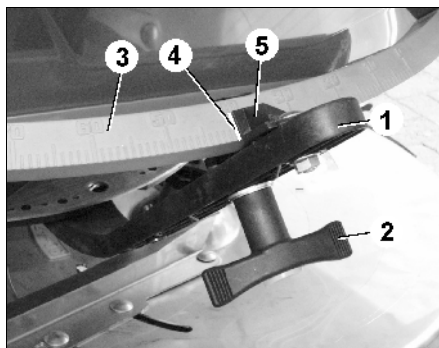

Fig. 66
- Lukk opp mengdespjeldet ved hjelp av innstillingsspaken (Fig. 66/1).
- Drei innstillingsspaken på skalaen (Fig. 66/2) helt til anslaget mot bolten.
- Fest innstillingsspaken med vrihåndtaket (Fig. 66/3).
- Løs sekskantskruen (Fig. 66/4). Still inn viseren (Fig. 66/5 på skalaverdien "8" og skru den fast med sekskantskruen. Viserens avlesekanter er vist på (Fig. 66/6).